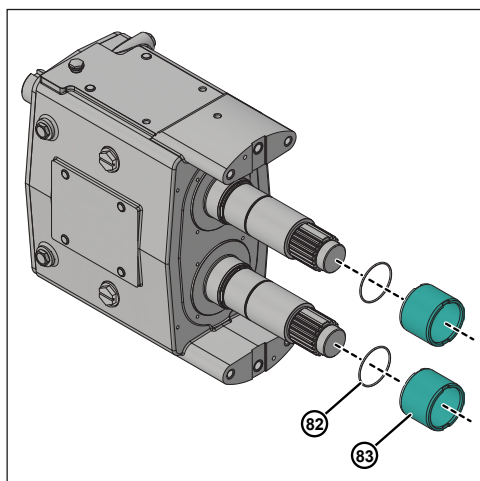

Figure 116 - Pose des manchons et des joints toriques
1. Lubrifiez les deux joints toriques de l'arbre (82) avec un composé lubrifiant compatible avec le matériau du joint torique et le(s) fluide(s) de traitement. Installez les joints toriques (82) sur la rainure de l'arbre.
2. Installez les deux manchons (83) sur l'arbre, comme illustré à la figure 116.